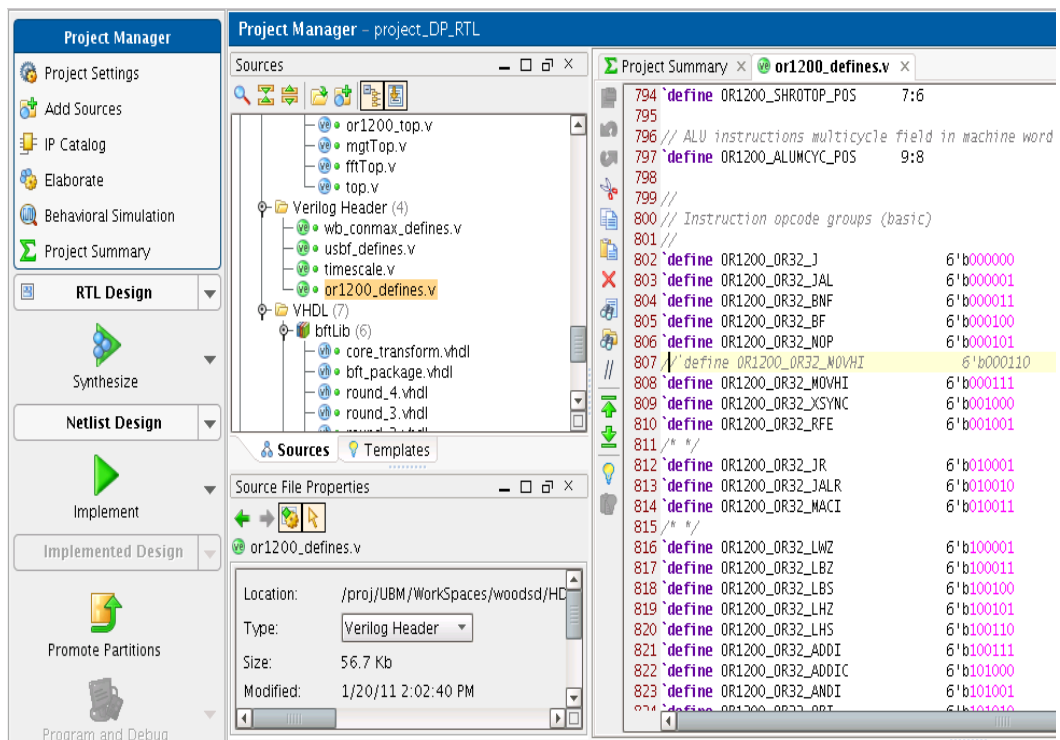

図 1-14 : or1200_defins.v のアップデート
3. or1200_defins.v をダブルクリックし、テキスト エディターを開きます (図 1-14)。